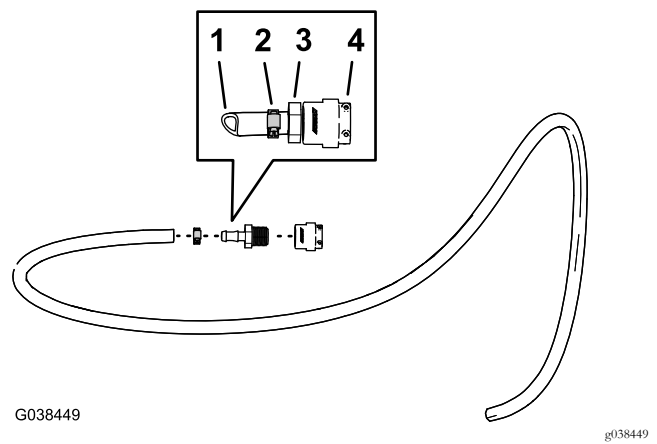

Figura 91
1. Applicate del nastro in PTFE ai filetti (Figura 91) del raccordo diritto dentellato (1/2").
2. Montate il raccordo diritto dentellato (1/2") nel raccordo di collegamento rapido (presa), come illustrato nella Figura 91.